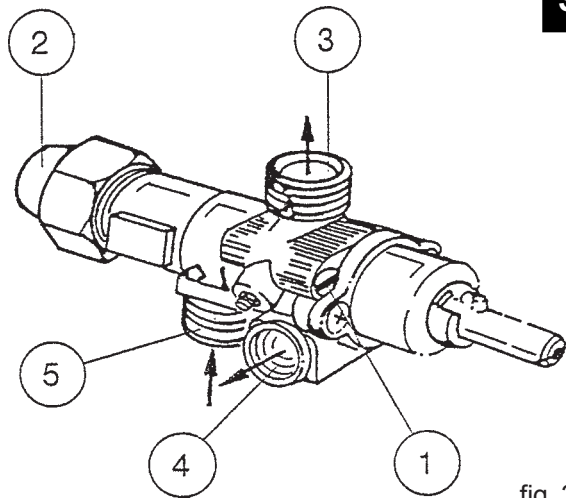
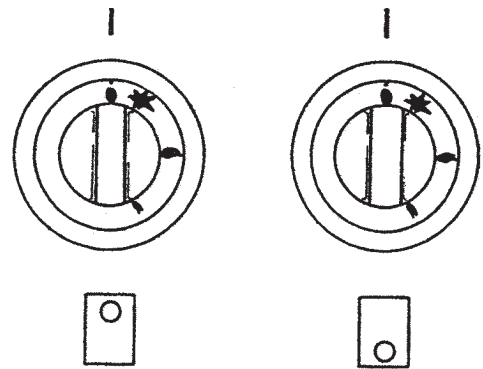
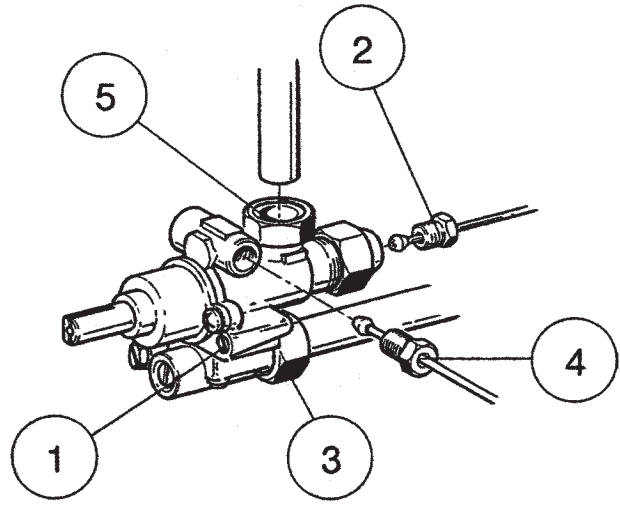

fig. 3
fig. 4
fig. 7
Rubinetto S21 (1) Fig. 3 - Rubinetto S22 (1) Fig. 7
Portare la manopola in posizione di minimo togliere la manopola (Fig. 4) e procedere alla regolazione della fiamma sul regolatore del minimo (Fig. 3 pos. 1). Portata termica in posizione di minimo deve essere circa 30% della portata termica nominale.
Smontare la manopola. Sostituire eventualmente la vite del minimo, by-pass, del rubinetto (Fig. 7 pos. 1) con quello corrispondente al tipo di gas prescelto attenendosi alla Tabella III d Cap. 2.4. Usando un cacciavite; girare contro la sua sede. Controllare se la pressione minima sul portaugello, in posizione minimo del rubinetto, viene ottenuto.
### ACCENSIONE BRUCIATORI DI PLACCA (Fig. 3 e 4)
## ACCENSIONE BRUCIATORI FORNELLO A PAVIMENTO (Fig. 4 e 7)